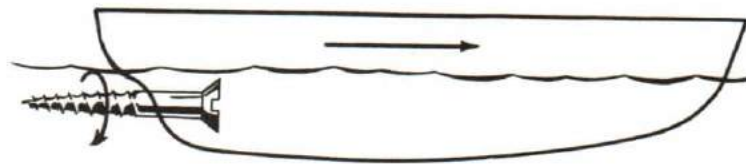

Figure 6-11
2. Eventually, the idea of a screw was conceived. Like most good ideas, it was a very simple one. See Figure 6-11.
2. Ainsi donc, le principe de l'hélice fut conçu; l'idée était toute simple, comme la plupart des bonnes idées d'ailleurs (voir la figure 6-11).